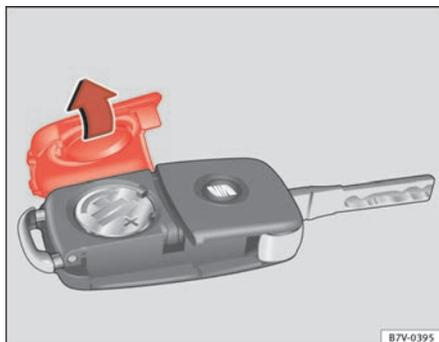

Abb. 44 Fahrzeugschlüssel: Deckel für Batteriefach öffnen.
Die Batterie befindet sich auf der Rückseite des Fahrzeugschlüssels unter einer Abdeckung ⇒ **Abb. 44**.
- Abdeckung auf der Rückseite des Fahrzeugschlüssels ⇒ **Abb. 44** in Pfeilrichtung abnehmen ⇒ ①.
- Abdeckung wie gezeigt ansetzen ⇒ **Abb. 44** und entgegen der Pfeilrichtung auf das Fahrzeugschlüsselgehäuse drücken bis sie einrastet. ▶